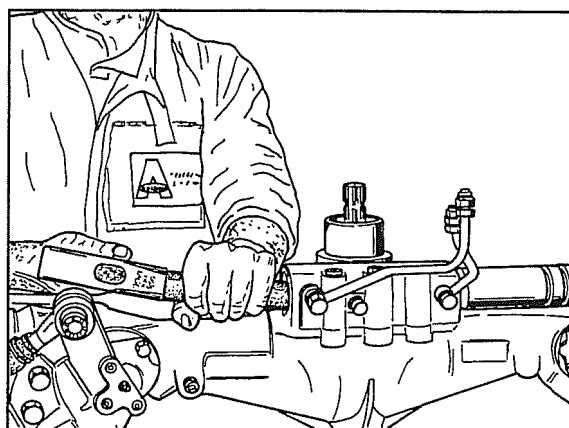

Fig. 79
15. Porre un contenitore per la raccolta dell'olio alla base dell'assale, quindi estrarre il cilindro dal lato da cui abbiamo smontato il giunto sferico operando come in fig. 79.